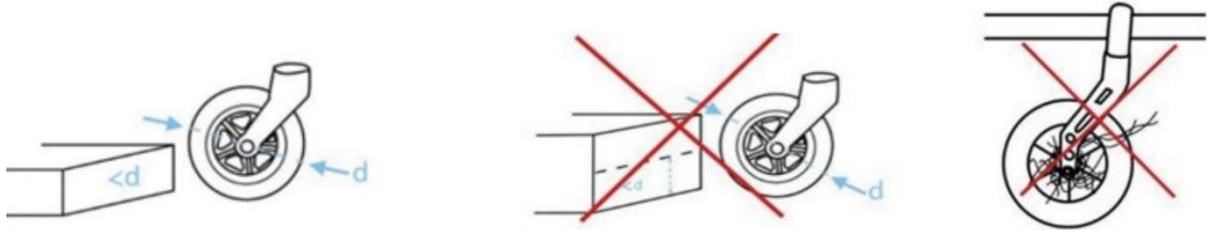

Рис. 5
5. Висота перепони **НЕ ПОВИННА** перевищувати розмір радіусу колеса. Якщо перешкода є вищою, крісло необхідно повністю підіймати (рис. 5).